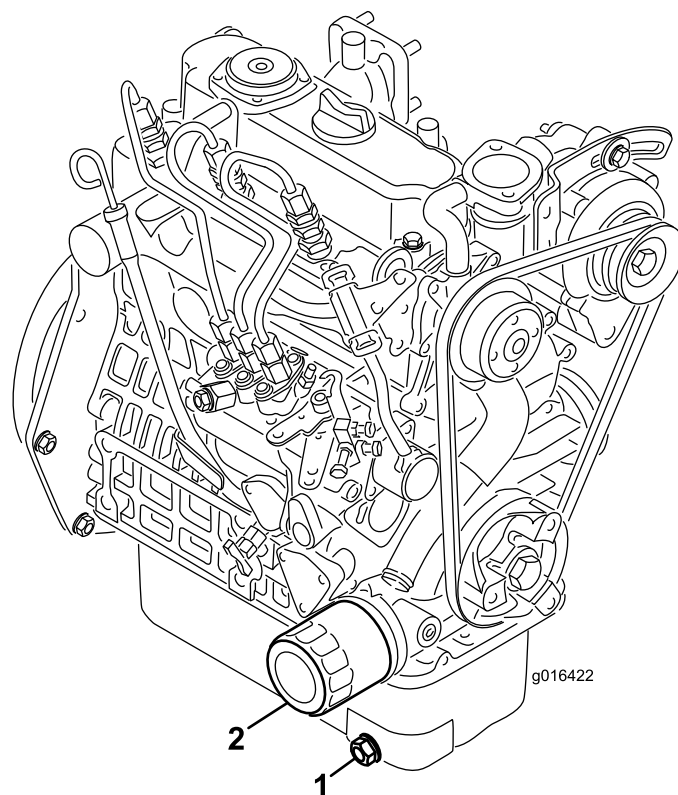

Bild 33
1. Entfernen Sie die Ablassschraube (Bild 33) und lassen Sie das Öl in die Auffangwanne ab. Schrauben Sie die Ablassschraube wieder ein, nachdem das Öl abgelassen ist.